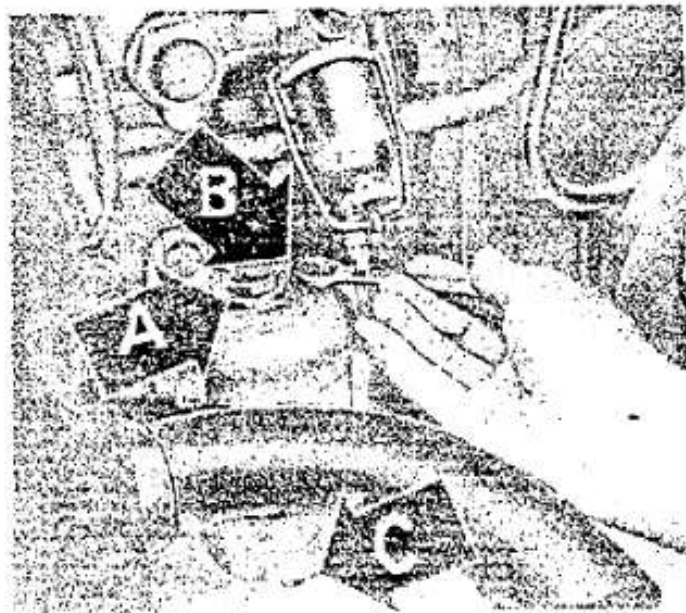

Fig. 32.—Filtro principal de combustible.
Formado por un solo cuerpo (fig. 32), tiene en su interior un elemento filtrante constituido por un tejido de papel plegado y rodeado exteriormente por una cartulina. Este elemento no puede limpiarse, sino cambiarse cada 200 horas. Para ello basta con aflojar la tuerca central (A) de la tapa del filtro y sujetar el vaso hasta que quede suelto.
- Purgador del filtro (B, fig. 32).